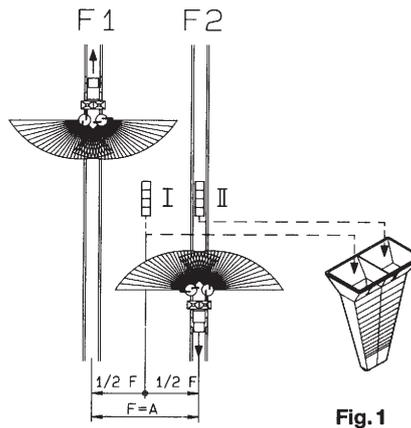

Fig. 1
Aufgefangene Düngermenge der einzelnen Auffangschalen kann unterschiedlich sein, daher unbedingt 4 Auffangschalen hintereinander aufstellen. Durch Zusammenschütten der jeweiligen 4 aufgefangenen Düngermengen ergibt sich ein aussagefähiger Mittelwert (Fig. 1 und 2).
Auffangschalen wie folgt auf ebener Bodenoberfläche aufstellen (Fig. 1):
- 3.1 wenn nein, nur noch 2. Fahrgasse abfahren (Fig. 1).